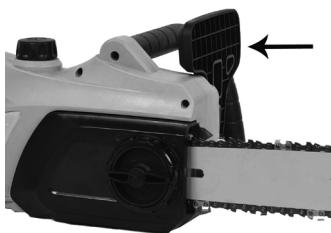

Fig. 1A
Il freno catena è disinnestato (catena in movimento) quando il freno viene tirato indietro e bloccato. Questa è la normale posizione di corsa (Fig. 1A).
- Assicurarsi che il freno catena sia disinnestato (Fig. 1A).